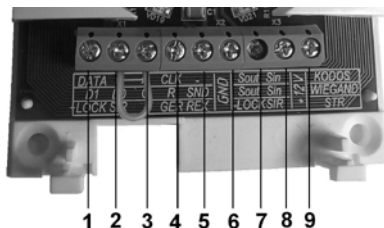

Рисунок 3 – Клеммы считывателя с переключкой
*Устройство поставляется пользователю с перемычкой между клеммами 2 и 3 (см. рисунок 3).